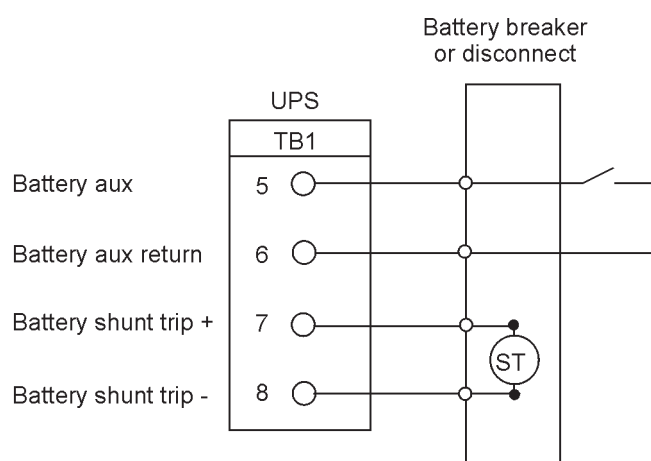

Рис. 4-10. Типовое подключение интерфейса аккумулятора
8. Расположение соответствующих клемм, а также требования по проводке и ее подключению см. на Табл. 4-1 на стр. 48 и с Рис. 4-8 по Рис. 4-10.